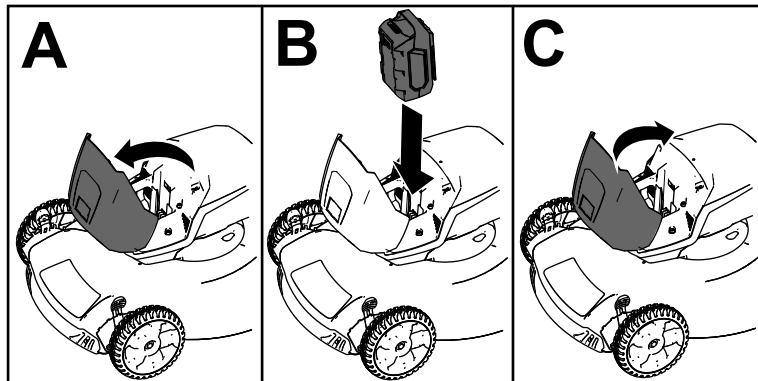

Bild 7
2. Öffnen Sie den Deckel des Akkukastens (A in Bild 7).
3. Richten Sie die Vertiefung im Akkupack mit der Nase an der Maschine aus und schieben Sie den Akkupack in den Kasten, bis er in seiner Position einrastet (B in Bild 7).
4. Schließen Sie den Deckel des Akkukastens (C in Bild 7).